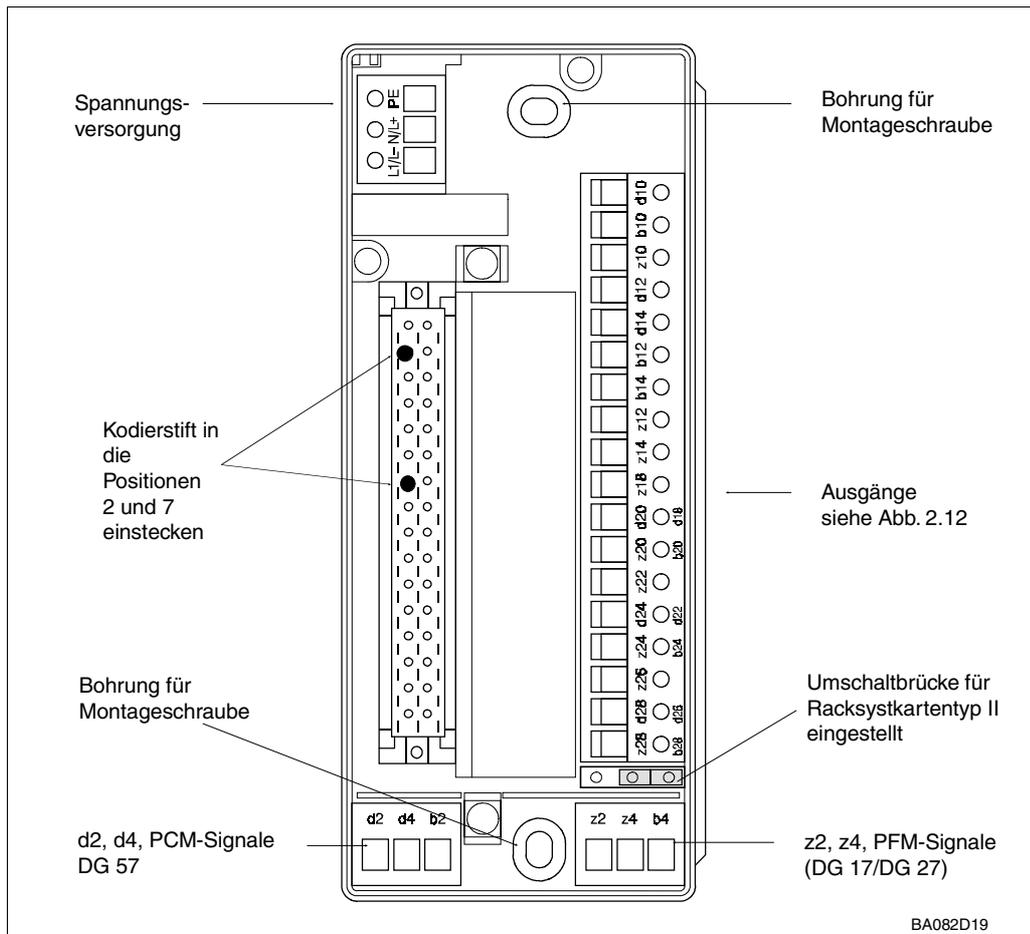

Abb. 2.17:
- Der Gammapilot kann nicht mit früheren Versionen des Monorackgehäuses betrieben werden. Die frühere Version erkennt man daran, daß sich keine Umschaltbrücke am Klemmenblock befindet, siehe Abb. 2.17, Seite 22.
Abb. 2.17 zeigt die Federleiste in der Grundplatte des Monorack-II-Gehäuses. Die Anschlüsse entsprechen denen in Abb. 2.12. Werden mehrere Monoracks miteinander verbunden, so lesen Sie die mitgelieferte Betriebsanleitung BA 090F.